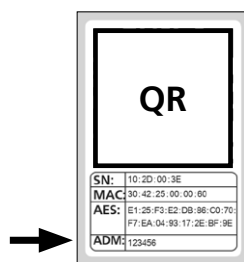

Fig. 3
- 3 Recibirá un mensaje que le pedirá escanear con la cámara de su smartphone el código QR del cilindro que se adjunta. El código QR se encuentra en el adhesivo que acompaña al embalaje (Fig. 3).
**! Atención:** Con el juego se adjuntan dos adhesivos con códigos QR para el cilindro y el teclado. Podrá identificar el código QR necesario para el cilindro junto al código de seguridad, en la parte inferior del adhesivo, indicado como «ADM» (Fig. 3).